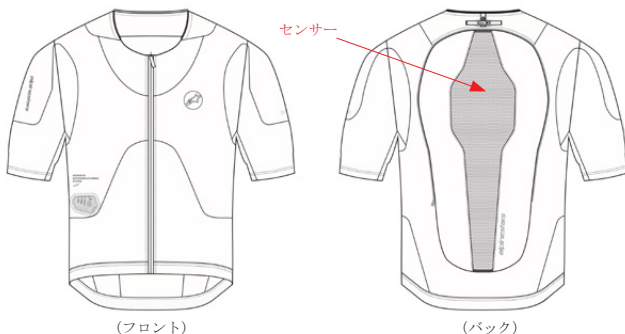

図1 - センサーの位置
システムは、内蔵センサー付きエアバッグコントロールユニット (5) で構成されています (図1)。エアバッグコントロールユニット (5) のセンサー群は、バックプロテクター (4) に配置された1つの3軸加速度計と1つの3軸ジャイロスコプで構成されています。これらのセンサーは、ユーザーの身体に衝撃や予期せぬ動きがないかを監視します。ユーザーの身体に高いエネルギーや急激なエネルギーが加わった場合、システムが起動します。これは、モーターサイクルが他の車両や物体と衝突した場合、ライダーが制御不能に陥った場合、ライダーがモーターサイクルから転落した場合など、モーターサイクルが事故に巻き込まれた場合に発生する可能性があります。